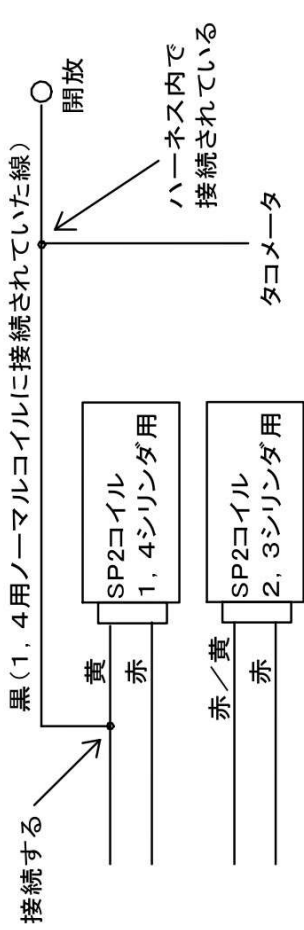

図8、電気タコメータ(ノーマル)入力線の処理
- ⑧ノーマル車が電気式タコメータの場合(Z1000J など)、タコメータへの入力線を SP2 コイルの黄線に接続して下さい(図8)。